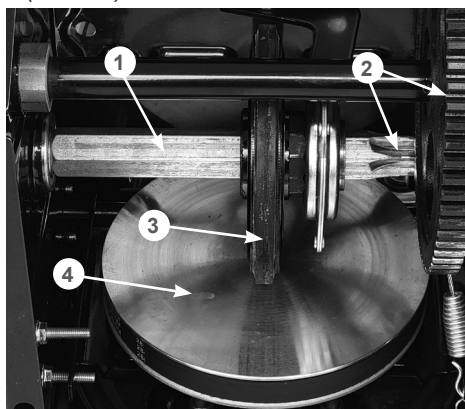

Рис. 39 Обслуживание трансмиссии
Если при нажатом рычаге включения хода снегоотбрасыватель не движется или при нажатии на рычаг включения хода слышны посторонние звуки, а регулировка длины троса включения хода не позволяет устранить проблему, возможно, фрикционное колесо 3 (Рис. 39) полностью износилось и его необходимо заменить.
4. Нанесите универсальную низкотемпературную смазку CHAMPION EP-0 тонким слоем на шестигранный вал 1 фрикционного колеса и зубья шестерни 2 (Рис. 39).
Не допускайте попадания смазки на резиновое фрикционное колесо 3 и ведущий диск 4 (Рис. 39).
5. Проверьте состояние фрикционного колеса 3 (Рис. 39). Если высота резинового кольца относительно фрикционного колеса 2 мм и менее, если на резиновом кольце имеются повреждения и разрывы, фрикционное колесо необходимо заменить.